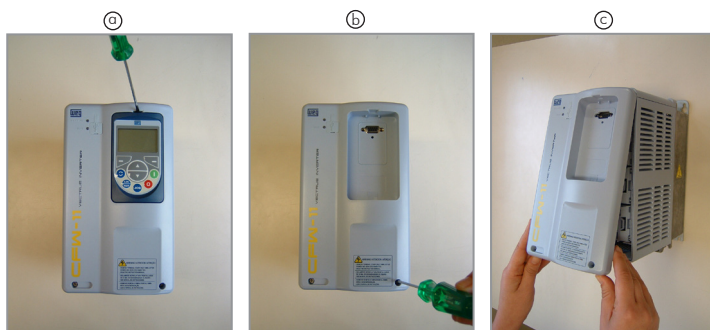

Figura 2: Remoción de la tapa frontal
- Paso 1:** Con el convertidor sin corriente, retire la tapa frontal del convertidor (figura 2).